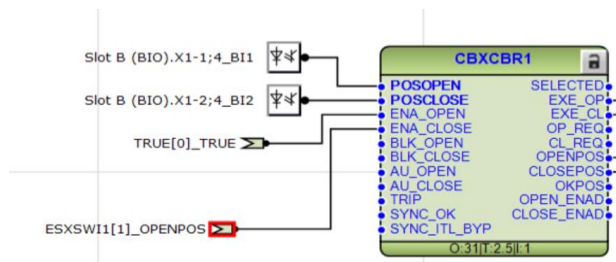

Imagen 347_Conexión de variable en el puerto de entrada ENA_CLOSE del bloque CBXCBR1.
5.1.29 Ahora bien en la aplicación de control con el bloque “CBXCBR1”, conectaremos una nueva entrada en “ENA_CLOSE”, eliminaremos la variable que ya está en esa entrada para añadir un bloque de “AND” como se observa en la **Imagen 347**.